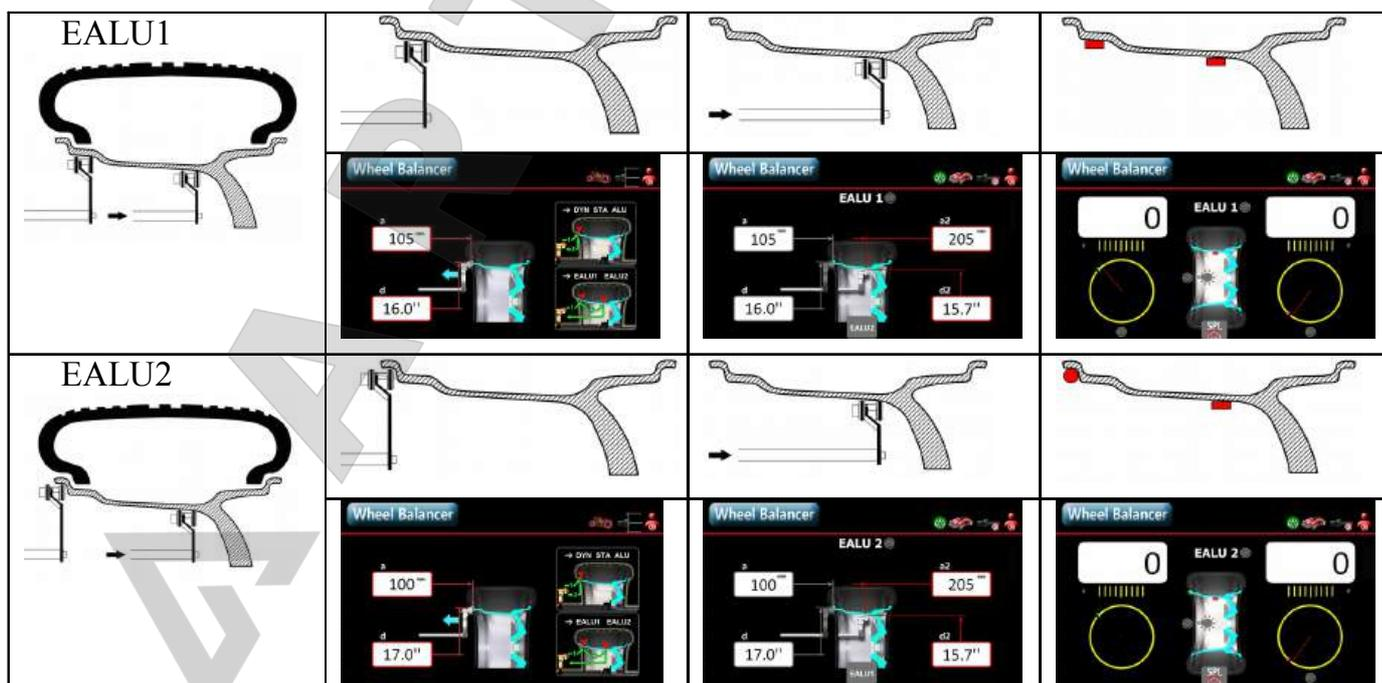

Рис. 21 Режим балансировки EALU
5.3.5.1 Переход в режим балансировки EALU и ввод параметров шины (см. рисунок 21)